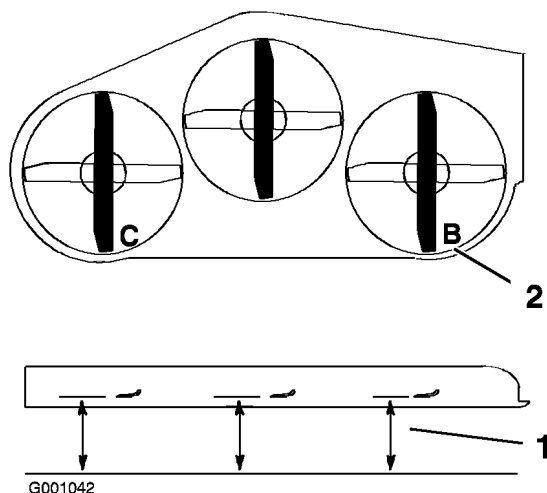

Figura 65
1. Coloque la cuchilla **derecha** en posición longitudinal (Figura 65).
2. Mida la cuchilla derecha en la posición **B** desde una superficie nivelada hasta el filo de corte del extremo de la cuchilla (Figura 65).
4. Coloque la cuchilla izquierda en posición longitudinal (Figura 65).
5. Mida la cuchilla izquierda en la posición **C** (Figura 65) desde una superficie nivelada hasta el filo de corte del extremo de la cuchilla.